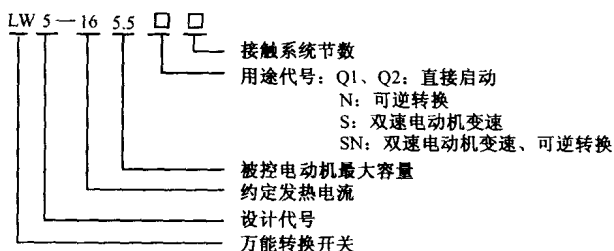

图 1-2 LW5 系列直接控制电动机用转换开关型号的含义
② LW5 系列直接控制电动机用转换开关型号的含义如图 1-2 所示。